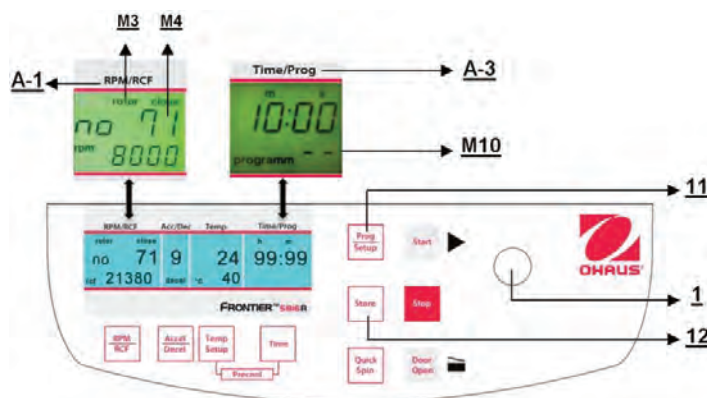

Figure. 25
Pour rappeler des programmes mémorisés, appuyer sur la touche **"Prog/Setup"** (11) (voir la figure 25) alors que le couvercle est déjà fermé. Sur l'affichage **"Time/Prog"** (A-3), le mot **"programm --"** (M10) apparaît. Le numéro de programme désiré peut être présélectionné avec le bouton de réglage (1).
Pour quitter le mode de programmation, appuyer simplement sur la touche **"Prog/Setup"** (11) (voir la figure 25).